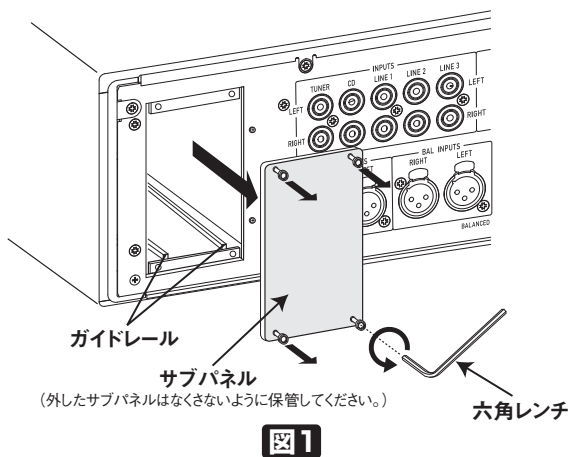

図1
- ① C-2420の電源スイッチをOFFにします。
- ② リアパネル側の増設用スロットのサブパネルをはずします。ネジは、付属の六角レンチを使用(反時計回り)してはずします。(図1参照)